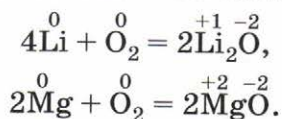

Рис. 115. Горение сурьмы в хлоре
В колбе, наполненной хлором, красиво вспыхивают и сгорают кристаллики измельчённой сурьмы (рис. 115), образуя при этом смесь хлоридов сурьмы (III) и (V):